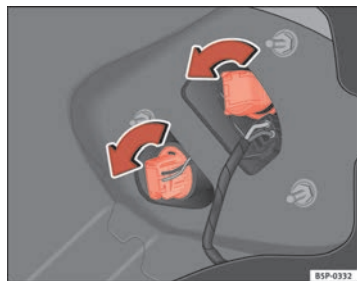

Fig. 186 Luces en la carrocería
- Gire el portalámparas hacia la izquierda ⇒ fig. 186.